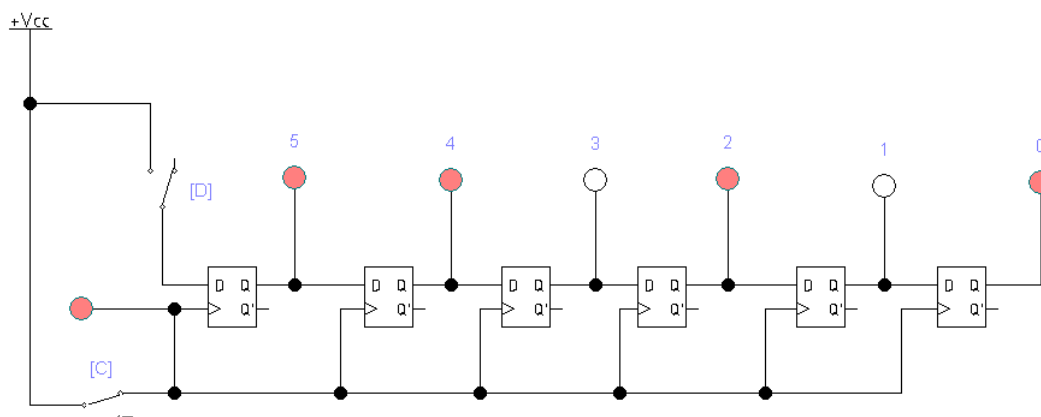

Fig. 2. Schema electrică a registrului cu deplasare directă de ordinul șase.
2.1. Construiți schema prezentată în Fig. 2.